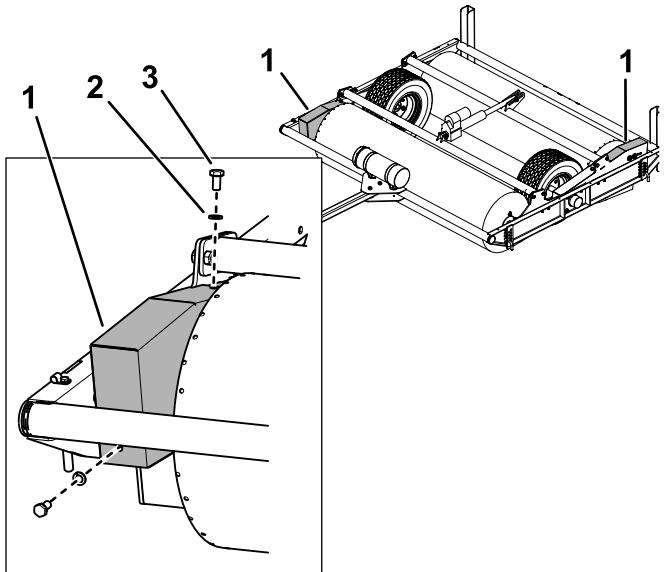

Figura 13
5. Instale los protectores de las cadenas como se muestra en la Figura 13.